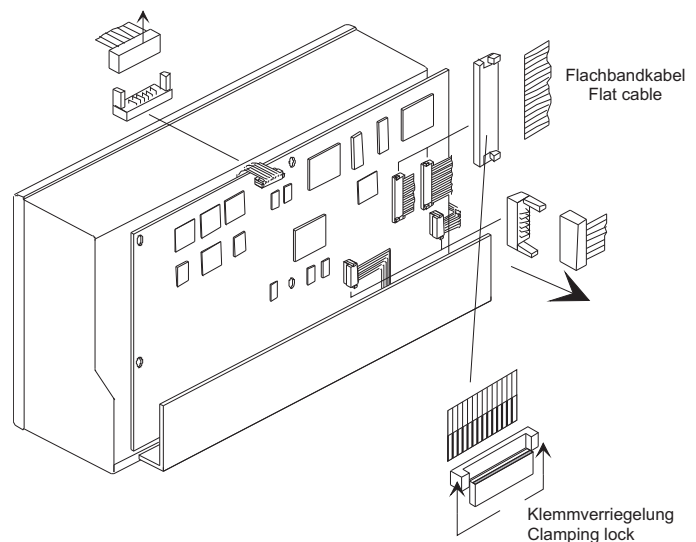

Bild 4-4: Lösen der Flachbandkabel
6. Lösen Sie die Verriegelungen der Flachbandkabel. Ziehen Sie die Flachbandkabel aus den Steckverbindern heraus. Lösen Sie ebenfalls alle weiteren Kabelverbindungen. (Bild 4-4)